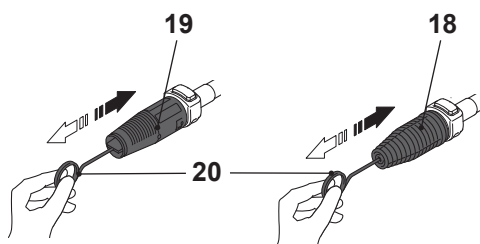

Fig. 23
Îndepărtați depozitele de murdărie din gaura duzei (18/19) folosind acul de curățare (24) (Fig. 23).